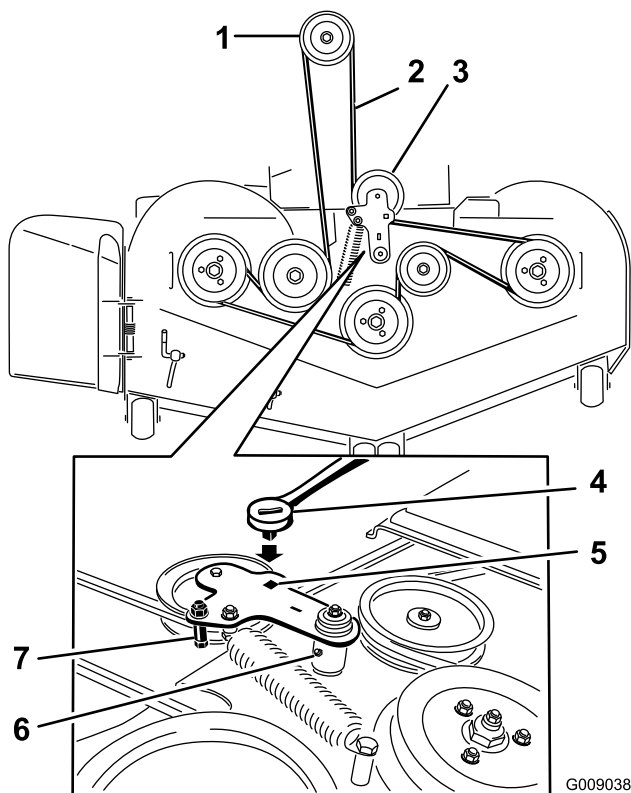

Figure 78
5. Insérez un rochet dans le trou carré du bras de la poulie de tension pour détendre le ressort de la poulie de tension (Figure 78).
7. Enlevez le guide de courroie situé sur le bras de renvoi rappelé par ressort (Figure 78).
9. Acheminez la courroie neuve autour des poulies du tablier de coupe et de la poulie d'embrayage, sous le moteur (Figure 78).
10. Montez le guide de courroie sur le bras de renvoi (Figure 78).
11. Insérez le rochet dans le trou carré et montez le ressort de la poulie de tension (Figure 78).